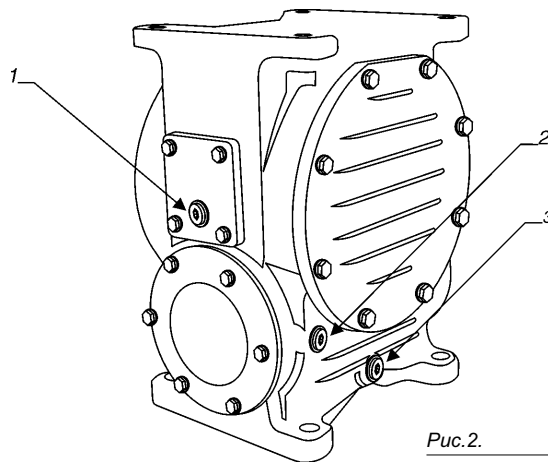

Рис. 2.
- 4.2.12. Редуктор привода шпинделя червячного типа предназначен для повышения крутящего момента и снижения окружной скорости обода колеса до необходимой. Корпус редуктора снабжен винтовыми пробками, предназначенными для заправки, контроля уровня и слива масла. Схема заправки, контроля уровня и слива масла указана на *рис. 2*, а также на внутренней поверхности кожуха